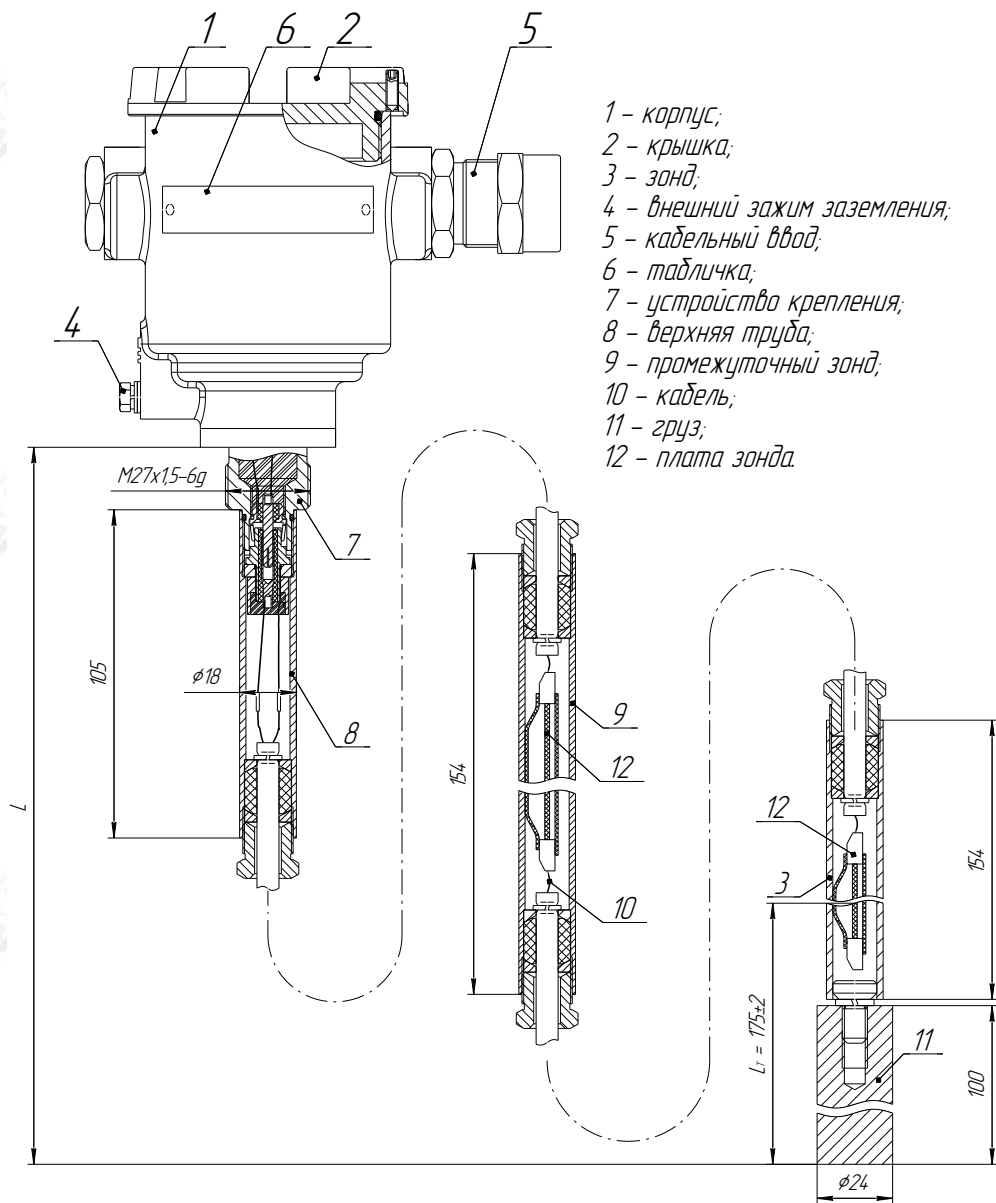

Рисунок 2 – СЕНС ПТ-Б
2.2.5 Преобразователь СЕНС ПТ-Б (рисунок 2).
3.5.5 Сборка преобразователя СЕНС ПТ-Б из составных частей (рисунок 2) проводится одновременно с его монтажом на резервуаре.